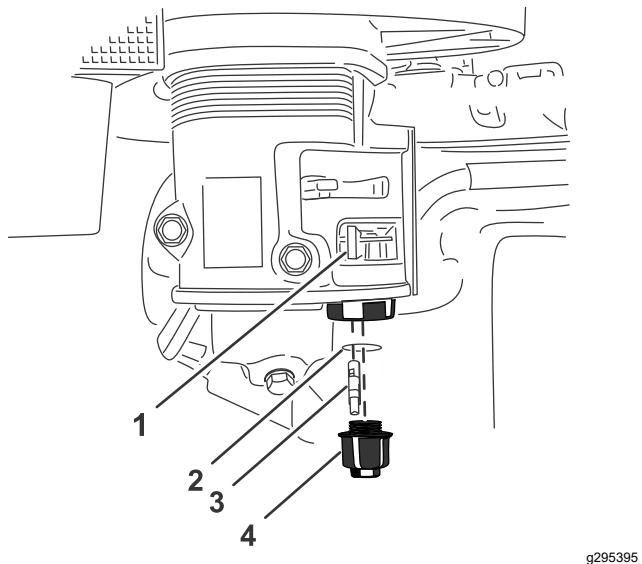

Bild 42
2. Bewegen Sie den Kraftstoffhahn in die Stellung GESCHLOSSEN (Bild 42).
3. Schrauben Sie den Filterbecher aus (Bild 42).
4. Entfernen Sie den Kraftstofffilter und O-Ring (Bild 42).
7. Installieren Sie den Kraftstofffilter unten in den Vergaser (Bild 42).